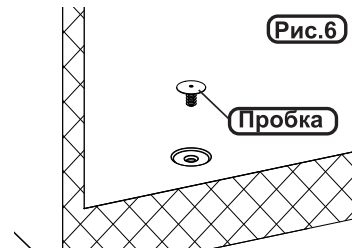

Рис.6
2. Установите под ларь, в район сливного отверстия емкость для сбора талой воды, на дне внутреннего бака выньте пробку из отверстия стока талой воды. (Рис.6)